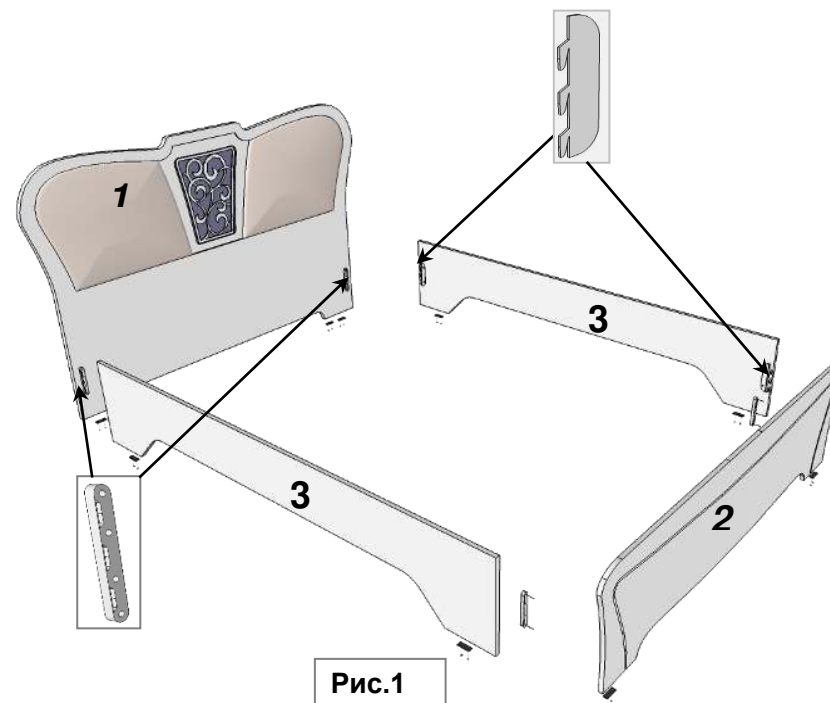
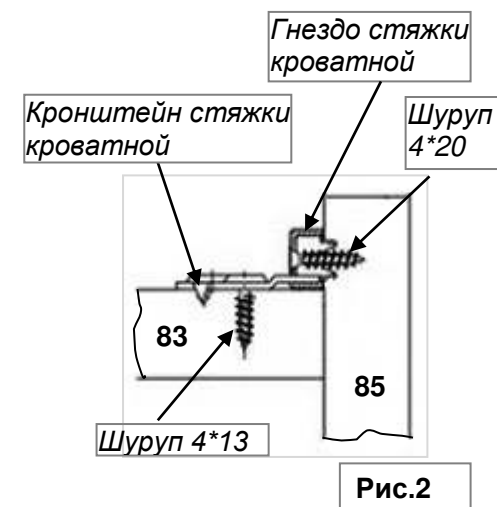

Рис.1
Рис.2
1. Шипы кронштейна стяжки кроватной вставьте в отверстия на внутренней стороне спинки ножной (поз.2), спинки головной (поз.1) как показано на рис. 1. и закрепите их на шурупы 4*13 (смотри рис. 2) .
2. На царги (поз.3) установите гнездо стяжки кроватной на шурупы 4*20 (смотри схему сборки и рис.2) по имеющимся наколам.